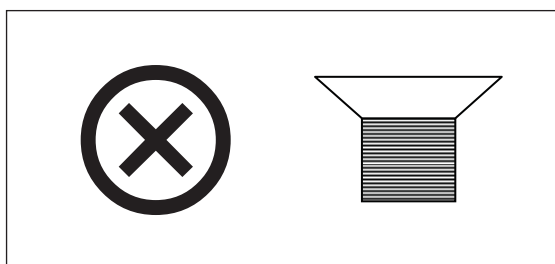

Abb. 8-4: Befestigungsschraube für Halteklammer
1. Setzen Sie die Halteklammer so auf die Plattform, dass ihre Montagebohrungen mit den Bohrungen in der Plattform übereinstimmen. Befestigen Sie die Halteklammer mit den im Lieferumfang enthaltenen flachen Kreuzschlitzschrauben (Nr. S2116-3051, 10–24 × 5/16 Zoll). Zur Orientierung, was die richtigen Schrauben sind (siehe Abb. 8-4 auf S. 44). Im Lieferumfang der Halteklammern sind drei verschiedene